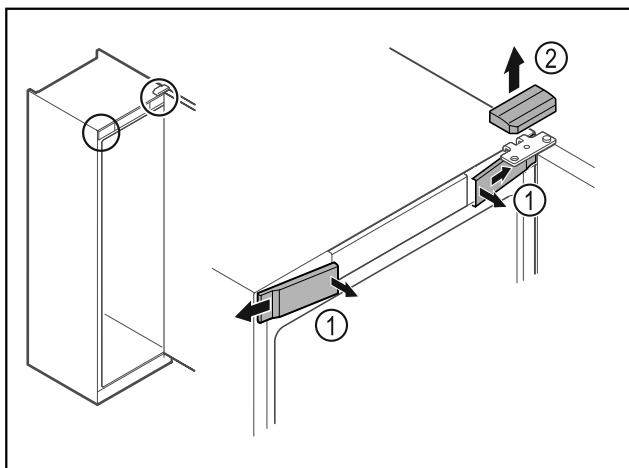

Fig. 8 \*
- Nxirrni nga foleja kapakët mbulues të përparmë Fig. 8 (1) në pjesën e brendshme dhe hiqini nga anash.\*
- Hiqni kapakun mbulues të sipërm Fig. 8 (2) duke e ngritur lart.\*